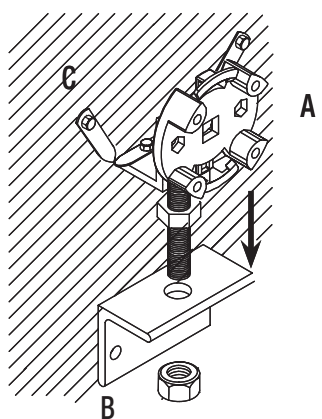

Fig. 14
2. Fije el soporte motor regulable (Fig. 14 Ref. **A**) al orificio de la escuadra (Ref. **B**), como se muestra en la figura 14.